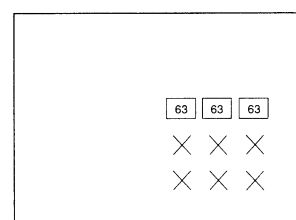

Bild 12
- Stellen Sie den Wert auf dem Bildschirm auf 63, und zwar mit der Lautstärkereger (+/–) (Bild 12).